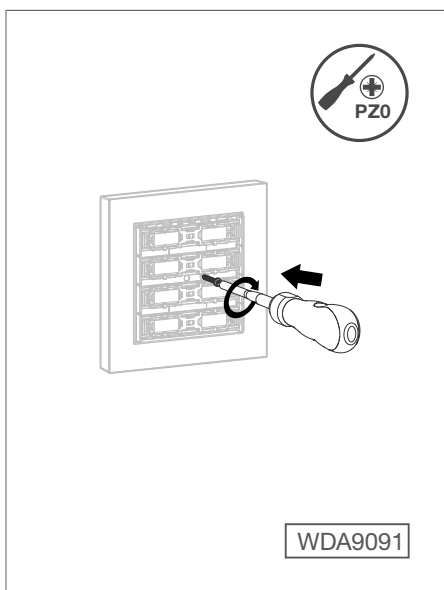

Bild 11: Demontageschutz herstellen
- Demontageschutz mit Schraube herstellen, wenn erwünscht (Bild 11).